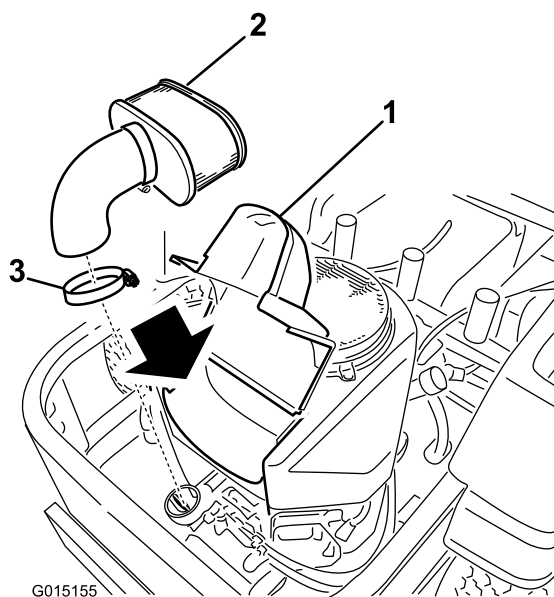

Figura 35
4. Levante la cubierta y retire la abrazadera que sujeta el conjunto del limpiador de aire al motor (Figura 35).
5. Afloje la abrazadera y retire el elemento de papel (Figura 35).